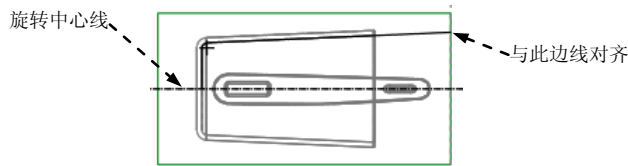

图 7.7 截面草图
- (1) 单击 **分型面** 功能选项卡 **形状** 区域中的 **旋转** 按钮。系统弹出“旋转”操控板。
- (2) 在绘图区域右击，从系统弹出的快捷菜单中选择 **定义内部草绘...** 命令；然后选择 **MOLD_FRONT** 基准平面作为草绘平面，草绘平面的参考平面为 **MAIN_RIGHT** 基准平面，方位为 **左**；单击 **草绘** 按钮，至此系统进入截面草绘环境。
- (3) 绘制截面草图。
- ① 将模型切换到线框模式下。在“模型显示”工具栏中单击“线框显示”按钮 **线框**。
- ② 在绘图区右击，在系统弹出的快捷菜单中选择 **参考(R)...** 命令。选取 **MOLO_RIGHT** 基准平面和 **MOLD_PARTING_PLN** 基准平面为参考，单击 **关闭(C)** 按钮。
- ③ 绘制图 7.7 所示的截面草图（用“投影”的方法绘制截面草图；截面图形不封闭）。完成后，单击“草绘”操控板中的“确定”按钮 **✓**。
- (4) 在操控板中选取深度类型 **U**（即“定值”），输入旋转角度值 360。
- (5) 在“旋转”操控板中单击 **✓** 按钮。